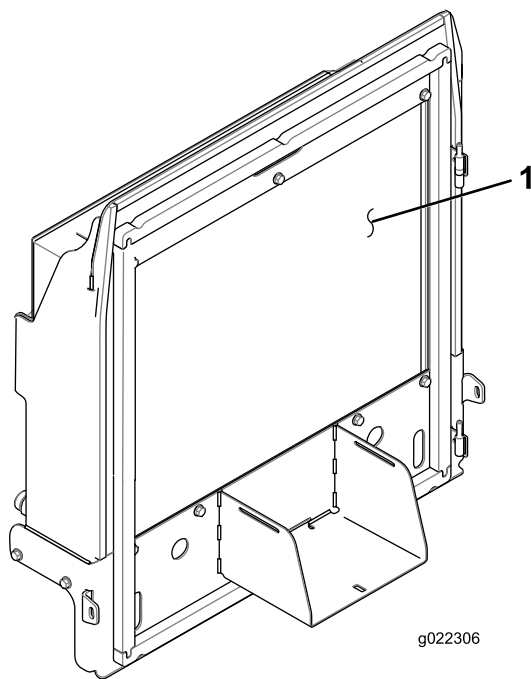

図 65
4. ラジエターとオイルクーラの裏表図 65 を圧縮空気で丁寧に清掃する。